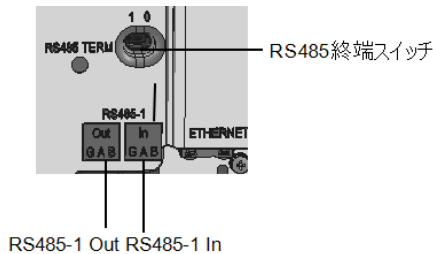

図 38: RS485コネクタおよび終端スイッチ
10. RS485ターミナルブロックを通信ボードの右側のコネクタにしっかりと最後まで押し込みます。図 38をご覧ください。
11. 終端スイッチをON(左側位置)に移動することで最初と最後のパワーコンディショナを終端させます。図 38をご覧ください。バスに含まれる他のパワーコンディショナの終端スイッチはOFF(右の位置)にしてください。